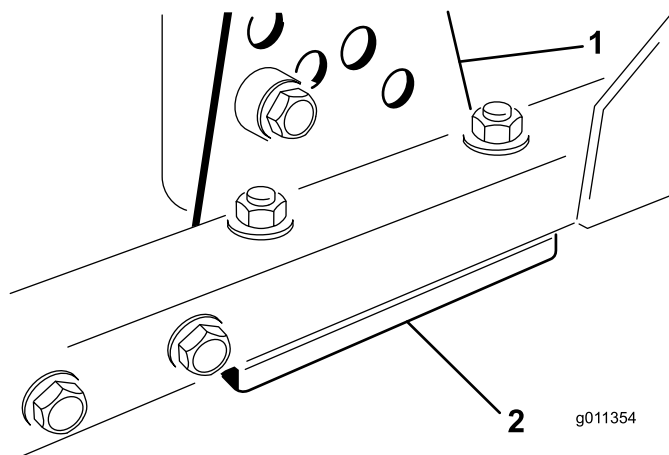

Figura 122
1. Retire o suporte da altura de corte (frente, esquerda ou direita) da estrutura da unidade de corte (Figura 122).
2. Ajuste os calços de 1,5 mm e/ou de 0,7 mm entre a estrutura da unidade de corte e o suporte para obter a definição de altura pretendida (Figura 122).